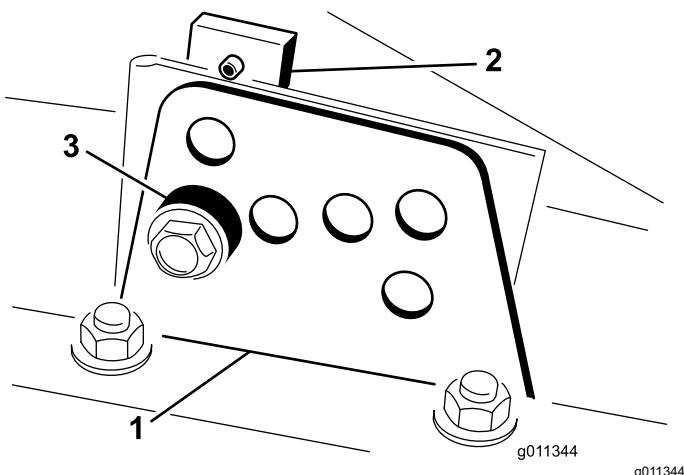

Figura 21
y en cada lado), tal y como se muestra en la Figura 21.
4. Sujetando la cámara, retire el espaciador (Figura 21).